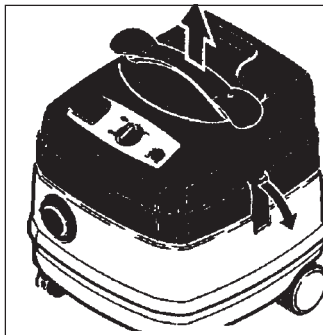

Figure 3
1. Open the retaining clamps and lift off the machine top section (Figure 3).
1. Ouvrez les pinces de blocage et soulevez la section supérieure de la machine (Figure 3).